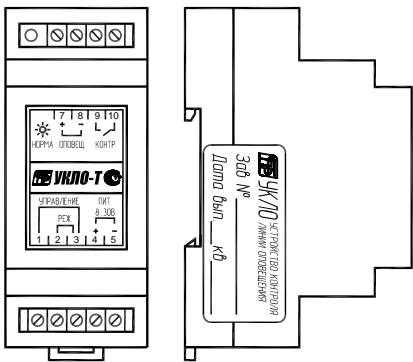

Рис.1. Внешний вид устройства.
4.1 Внешний вид устройства приведен на рис.1.